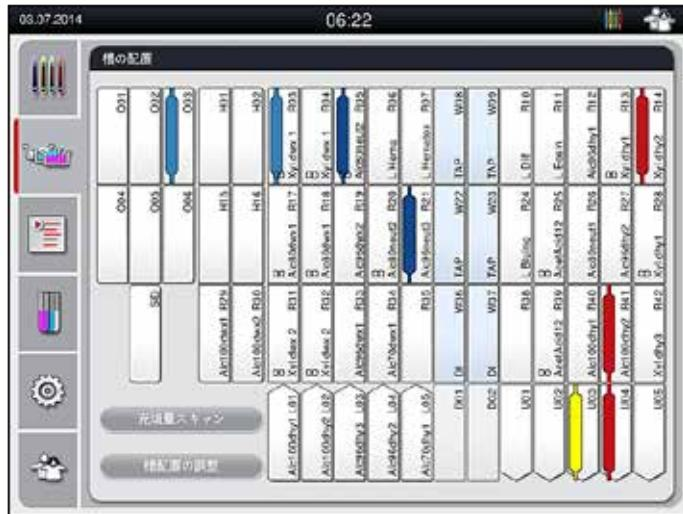

図 83
8. 識別したハンドルの色と割り当てられたプログラムの略語が、槽の配置画面の該当するステーションに表示されます (→「図 83」)。
- ・槽の配置：ステーションの詳細が表示されます（→「図83」）。